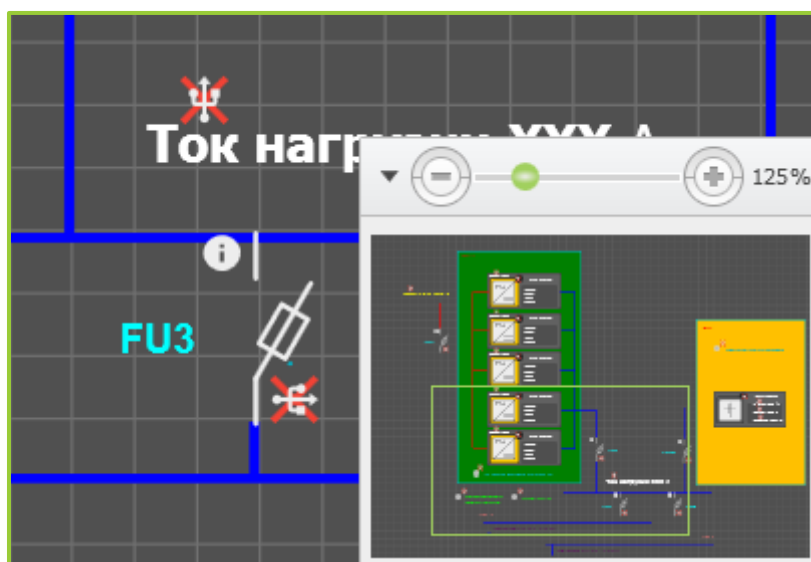

Рисунок 6.7 – Поле масштаба и быстрой навигации
6.1.6 Поле масштаба и быстрой навигации (рисунок 6.7) предназначено для изменения масштаба рабочей области и быстрого перемещения между различными областями текущей схемы в случае если отображение схемы не помещается на весь экран.